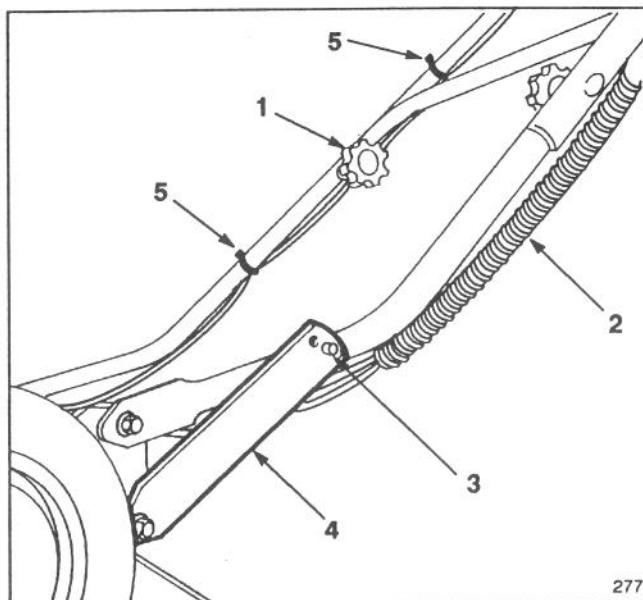

Figure 1
- Aligner les deux tubes de la partie supérieure du mancheron à la même hauteur et serrer les boutons (Fig. 1). Plier légèrement les pattes de verrouillage l'une vers l'autre (Fig. 1).
- Tirer le mancheron vers l'arrière jusqu'à ce que le goujon s'encliquette dans le trou central de la patte de verrouillage (Fig. 1). La hauteur du mancheron peut être réglée en plaçant le goujon dans l'un des autres trous. Acheminer et fixer les câbles de commande en place au moyen des serre-câbles.